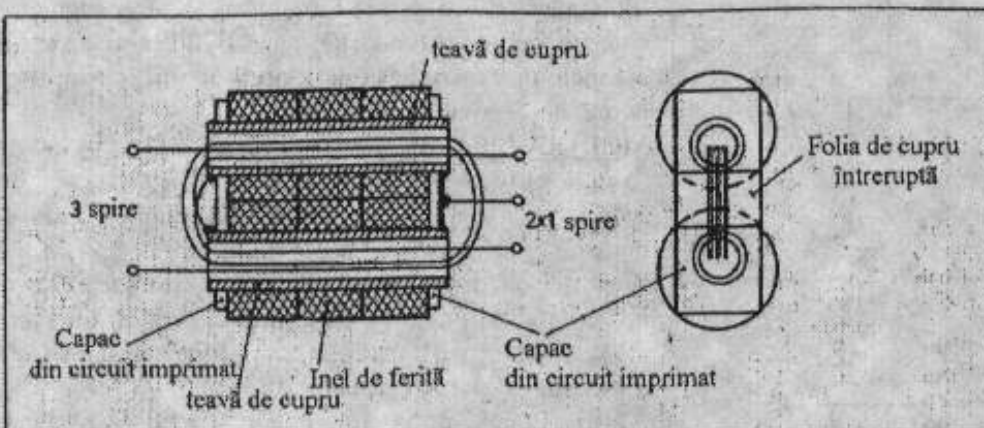

Fig. 16
Realizarea montajului: Circuit imprimat fiind dublu placat, după executarea gaurilor pentru tranzistoare, se zencuiesc gaurile pe partea opusă cu burghiu de $\phi 4\text{mm}$, pentru a se evita scurtcircuitarea picioruselor la masă. În jurul plăcii de circuit imprimat, se aplică un ecran din tablă cositorită cu grosime de $0,4\text{mm}$, cu o înălțime de cca. 25mm . Lipirea ecranului la placă, se execută pe ambele fețe ale plăcii, cu lipitura continuă. Se introduce tranzistoarele dinspre partea cu folie plină și înainte de lipire, cele 3 tranzistoare se fixează pe o placă de aluminiu de 2mm grosime, cu suprafața netedă, pentru asigurarea unei așezări perfecte pe un radiator adecvat. Se lipesc tranzistoarele, după care se montează piesele pe suprafața plăcii cu trasee. Confectionarea transformatoarelor de bandă largă se face conform cu fig. 16. Din punct de vedere constructiv, cele 2 transformatoare sunt identice. Diferența constă doar în numărul torurilor de ferită utilizate. Astfel la TR1 s-au folosit patru toruri de dimensiuni $8 \times 4 \times 3$ cu punct alb, iar la TR2 s-au folosit 6 toruri de diametru $10 \times 6 \times 4,5$. Cele 2 transformatoare se realizează în felul următor:
- firele trec prin tub conform fig. 16. Firul de la tubul la care s-a lipit se trece prin tubul alăturat și invers.